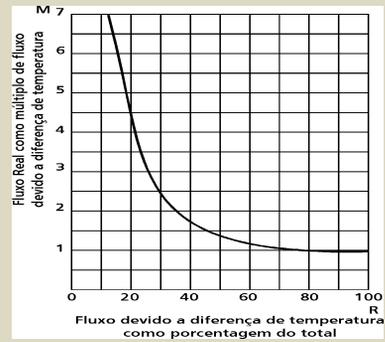

Figura 15. Fator multiplicativo ao fluxo devido à diferença de temperatura, em função da razão entre o fluxo devido à diferença de temperatura e total
Utilizando a Figura 15, determinar o fator multiplicativo (M) para estimar o fluxo efetivo ( $Q_{\text{efetivo}}$ ) em função do fluxo devido à diferença de temperatura